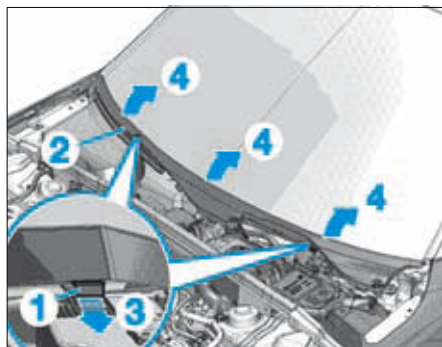

FIG. 55
- Dégager les agrafes de sûreté (1) du cache (2) de la grille d'auvent en (3) (Fig.55).
- Dégraffer le cache (2) du pare-brise en (4).